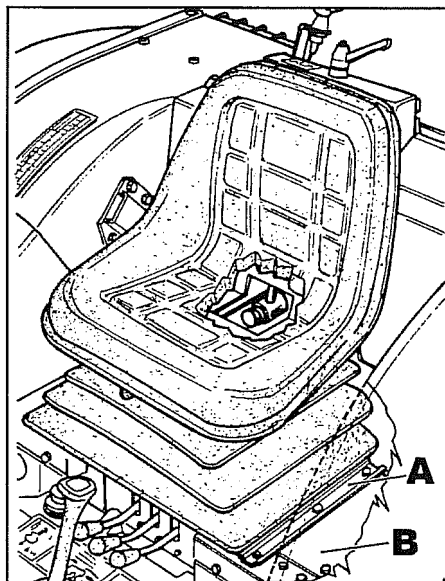

Fig. 1
- 1 Désassembler la lame gauche **A** fig. 1 qui fixe la protection du support du siège.
Déposer la tôle **B** fig. 1 de protection.